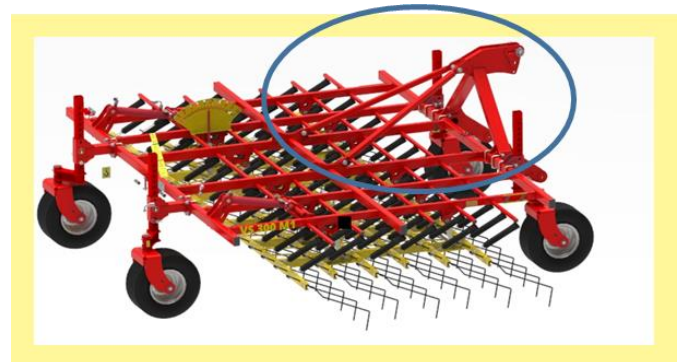

Abbildung 14: Montage des Anbaubocks und der Zugstreben
- 7) Der Anbaubock und die Zugstreben sind nun an der Hinterseite des Variostriegels, wie in Abbildung 14 dargestellt, zu montieren. Das Anzugsmoment beträgt für die